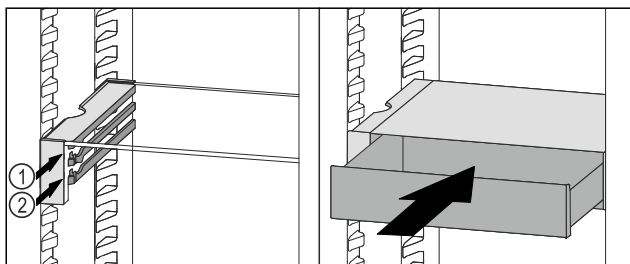

Fig. 76
- ▶ VarioSafe-Schubfach hinter den Stopperrn auf gewünschter Rippe Fig. 76 (1) oder Fig. 76 (2) aufsetzen.